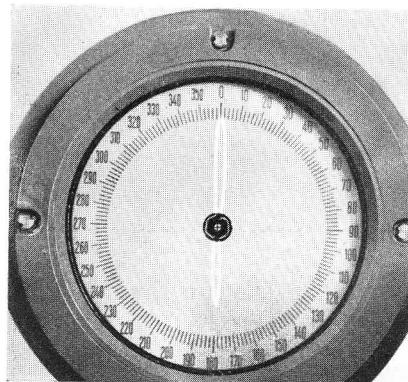

Abb. 30: Peilkeule bei geträubtem Minimum
72. Ist im Peilminimum noch eine Restspannung vorhanden (Peiltrübung), so wird der Leuchtpunkt am Braunschen Rohr entsprechend der Größe der Trübungsspannung auch beim Durchgang durch das Peilminimum in Richtung zur Schirmmitte abgelenkt. Bei einer getrübten Peilung verringert sich also die Keulenlänge, so daß die Keulenspitze nicht immer bis zur Skalenmitte reicht (Abb. 30).